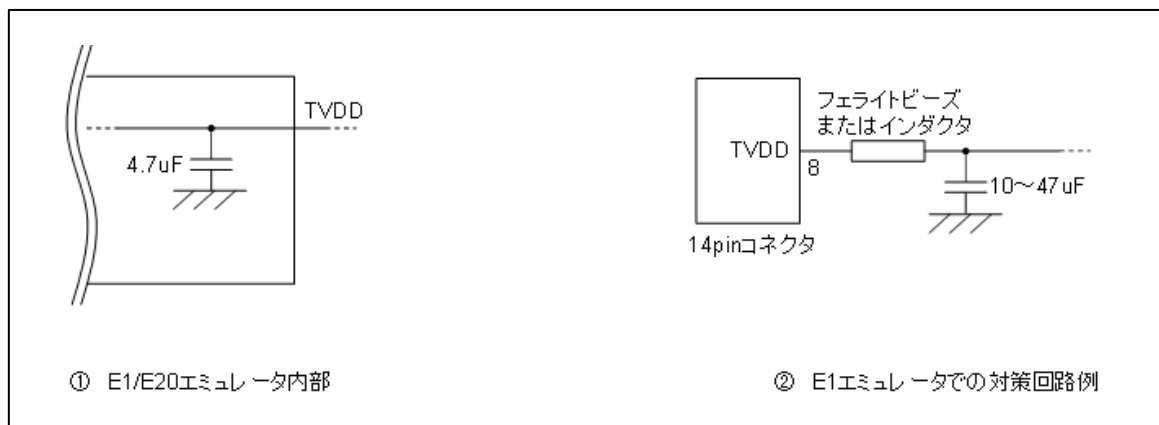

図 2-10 ホットプラグイン向け対策回路
ホットプラグイン接続を使用する可能性がある場合には、下記のような回路構成にしておく必要があります。図 2-10 ①のように E1 エミュレータの 8 番ピンには、エミュレータ内部で 4.7 $\mu$ F のコンデンサが付いているため、ホットプラグイン接続を行う場合はユーザシステム上の電源電圧が一瞬低下する場合があります。この電圧降下により MCU リセットが発生する可能性があります。図 2-10 ②に示すように、エミュレータ接続コネクタの TVDD ラインの直近にフェライトビーズ (またはインダクタ) と低 ESR で大きめのコンデンサを付けることで症状を軽減することができますが、本対策は、電圧降下を完全に改善するものではありません。なお、ホットプラグイン接続はデバッグ時のみ有効な機能であり、本機能を使用する場合は、別売のホットプラグインアダプタが必要です。